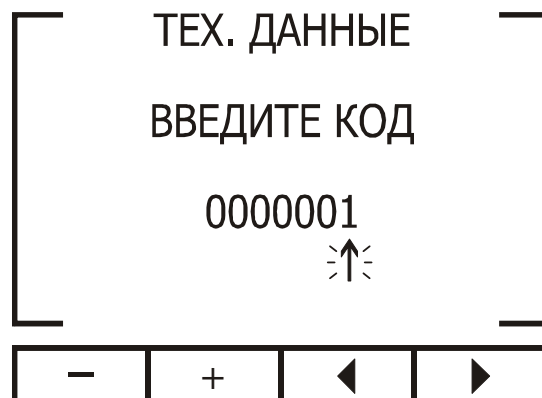

Рис. 9
2. Нажмите «Enter». На дисплее появится экран ввода пароля (рис. 9).